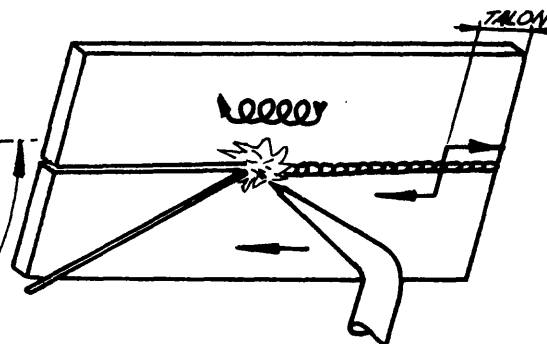

Fig. 2
- c Distribuya el calor en ambos lados de la junta mediante movimientos de oscilación (fig. 2) retirando y acercando la boquilla para permitir una solidificación rápida.